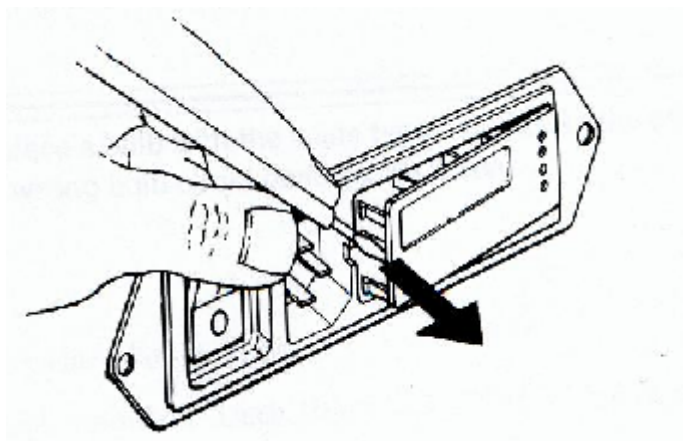

图 6-1 取出保险丝座
1. 如图 6-1 所示，把一字螺丝刀插入接头的中间，把保险丝座撬出。